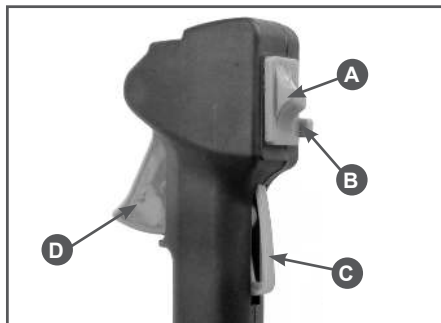

Рис.10 Расположение органов управления на рукоятке
5. Выключатель зажигания (А) установите в нижнее положение Рис.10. Удерживая стопорный рычаг рычага газа (С) Рис.10 нажмите на рычаг газа (D). Для облегчения запуска зафиксируйте рычаг газа стопором (В) Рис.10.